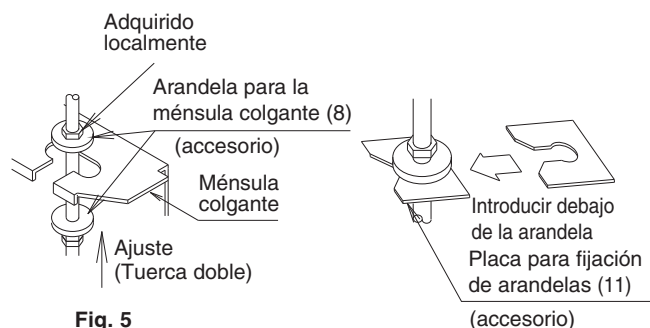

Fig. 5
**(1) Instale en forma temporaria la unidad interior.**
- Fije la ménsula colgante al perno de suspensión. Fíjela bien con tuerca y arandela desde sus lados superior e inferior. **(Refiérase a la Fig. 5)**